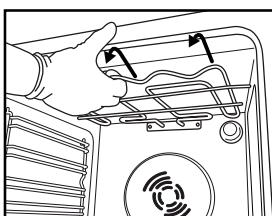
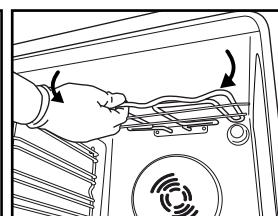

fig. 4
fig. 5
2. Trekk elementet litt ut (fig. 4) og senk det (fig. 5).